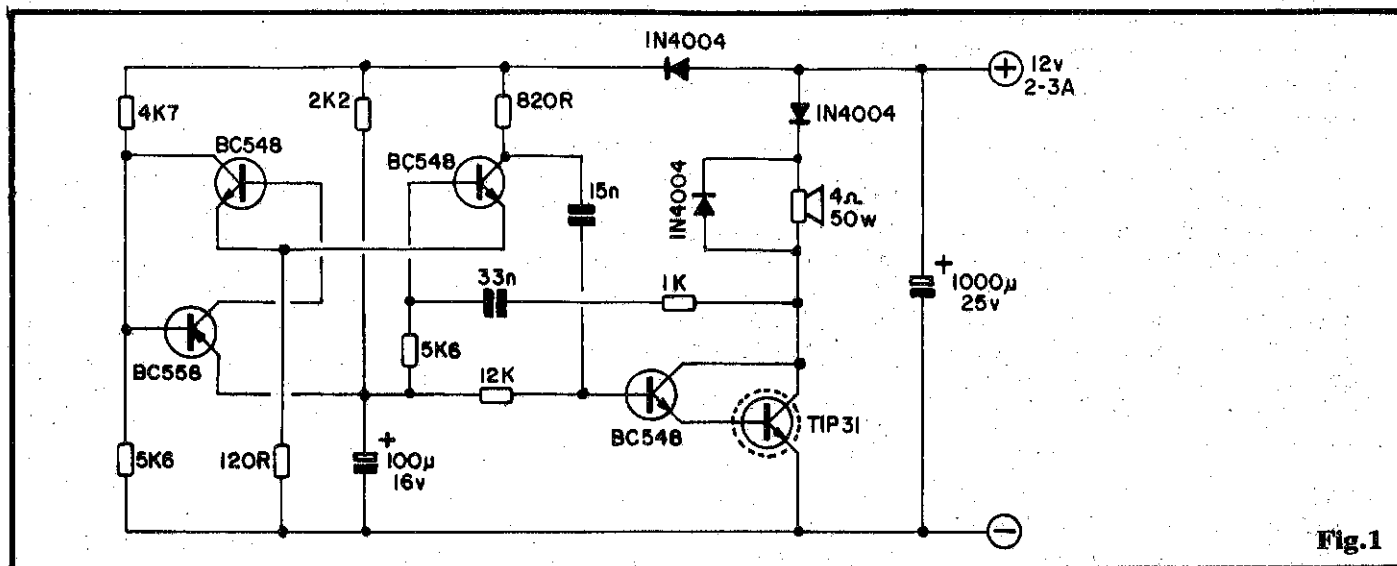

Fig.1
- FIG. 1 - O CIRCUITO - Só "parece" complicado, mas - seguramente - não é... Olhando com atenção, o Leitor mais "tarimbado" notará uma estrutura de ASTÁVEL (multivibrador com oscilação alto-sustentada) formada pelos dois BC548 "de cima", com uma rede RC de realimentação e determinação da Frequência um pouco mais elaborada do que normalmente se encontra em circuitos básicos, do gênero... A oscilação básica é "bloqueada" e autorizada, num regime que inclui uma relativamente lenta rampa de "ataque" e um brusco "decaimento", através do trabalho executado pelo BC558, em conjunto com o resistor de 2K2 e capacitor eletrolítico de 100u... A forte realimentação entre o BC558 e o BC548 da esquerda, já que suas bases e coletores estão "amarrados", daqui pra lá e de lá pra cá, permite que todo o conjunto osci-